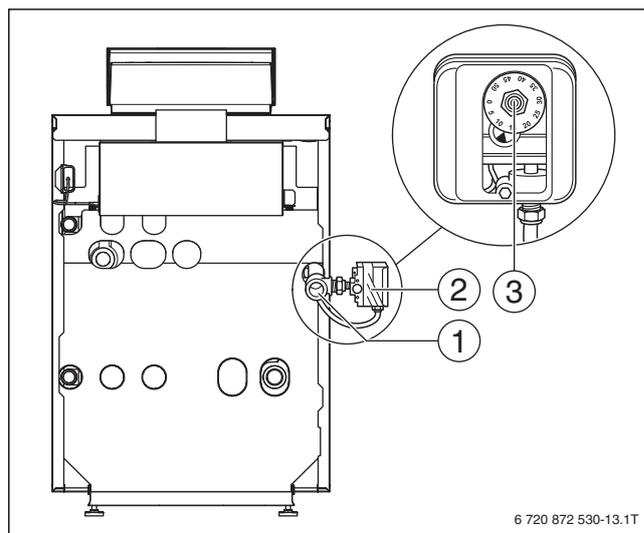

Рис. 50 Установка реле контроля давления газа
- ▶ Для регулировки откройте крышку реле контроля давления газа выкрутив винт (→ Рис. 50, [2]).